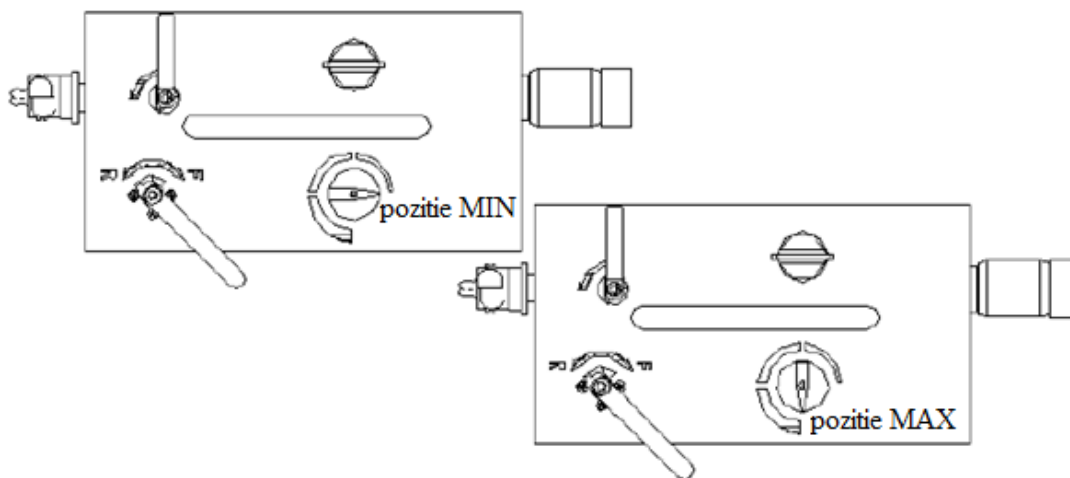

Figura 10.1.1
- Porniti racheta pentru 20 de secunde cu lubrifiere maxima (Figura 10.1.1) - (butonul de lubrifiant setat la MAX)
- a) Folosind aer comprimat, curatati furtunul de nisip, ulei si apa, cu supapa de lubrifiere in pozitie inchisa (Figura 10.1.1).